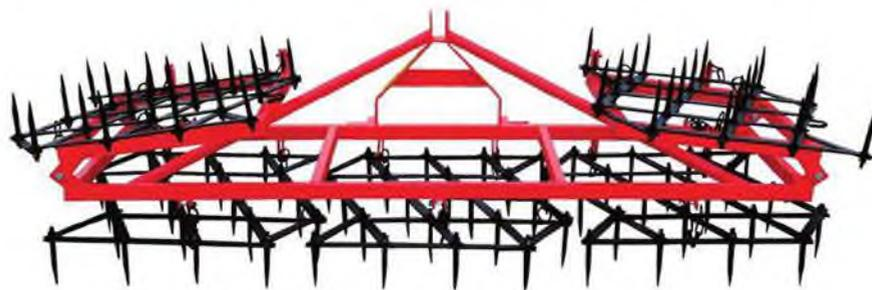

Рисунок 17.3 Борона зубовая
2. Разработать 3D-модель бороны зубовой (рисунок 17.3).